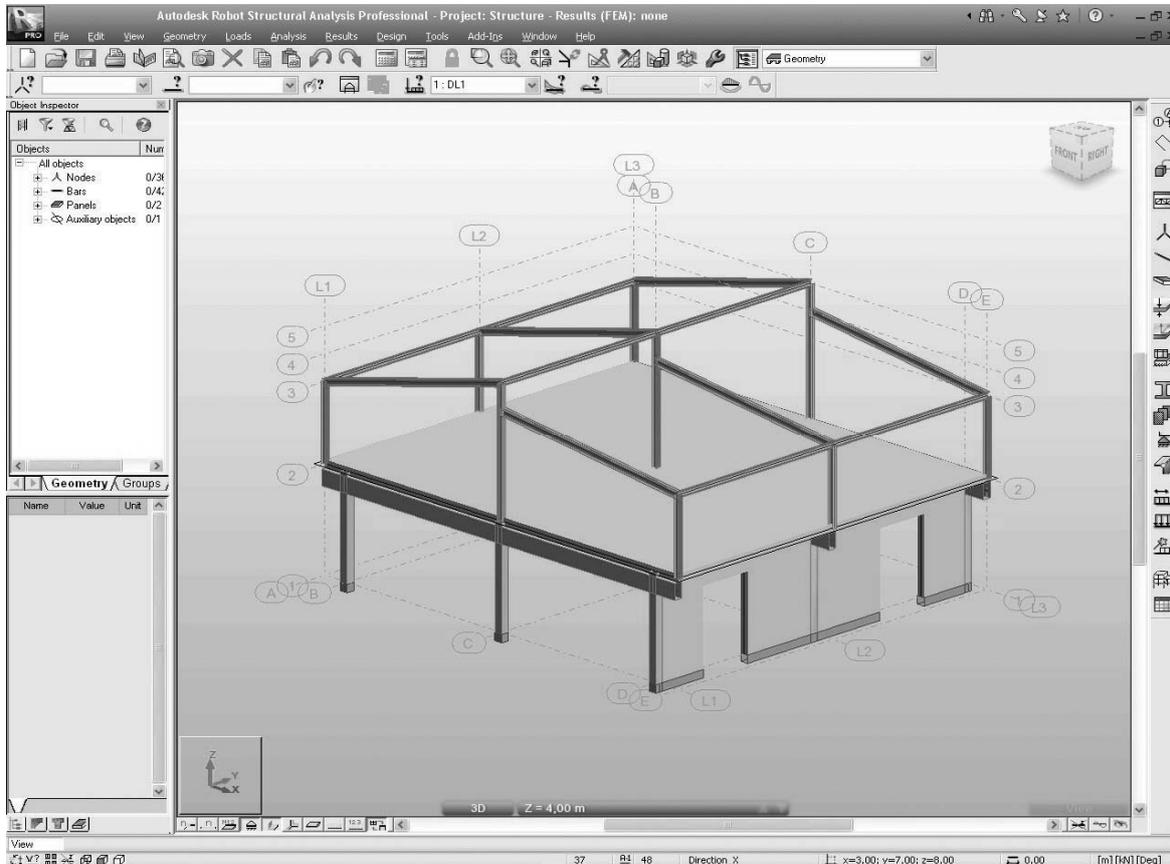

Рисунок 3.1 – Пример вида всей конструкции (с плитой и стенами)
– «Имя вида» (раздел «Идентификация») – позволяет упорядочить структуру Видов Экранов в «Диспетчере проектов» (рисунок 3.1). Например, имена новым «уровням» (и соответствующим видам планов) даются автоматически, без учета положения в пространстве;